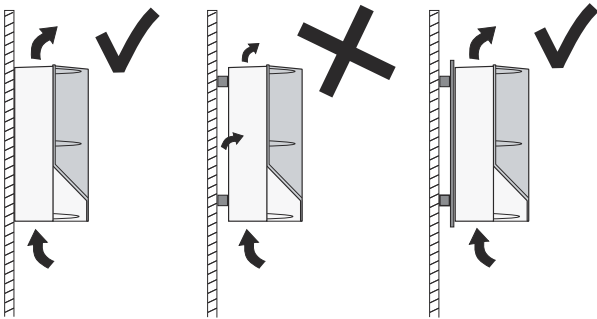

Fig. 2 Variador de frecuencia CUE colgado en la pared directamente o con una placa de montaje
- El cuadro del variador de frecuencia CUE debe colgarse en la pared directamente o con una placa de montaje. Consulte la fig. 2.